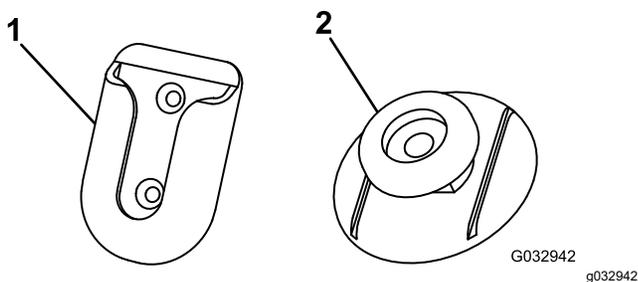

Figure 5
- Nettoyez le dos du support pivotant (Figure 5) avec le tampon imbibé d'alcool puis séchez-le.
- Retirez la pellicule protectrice d'un côté de la surface adhésive et appliquez ce côté au dos de la patte de montage (Figure 5).